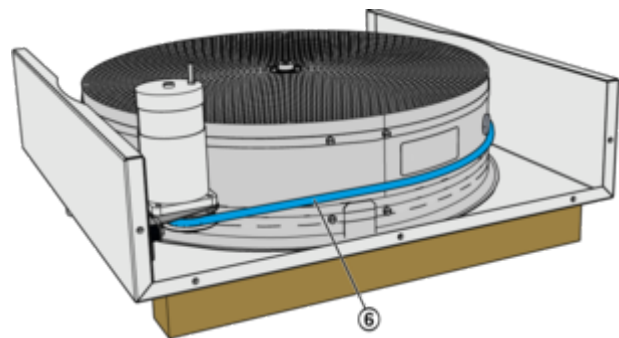

Abb. 49: RWT mit Rundriemen
9. ▶ Zum Austausch den vorhandenen Riemen (Abb. 49 /6) abschneiden